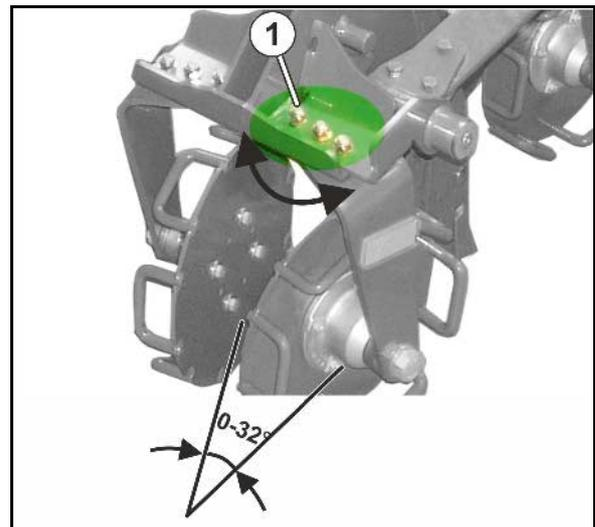

Fig. 81
1. Beide Verschraubungen (Fig. 81/1) einer Rolle lösen.